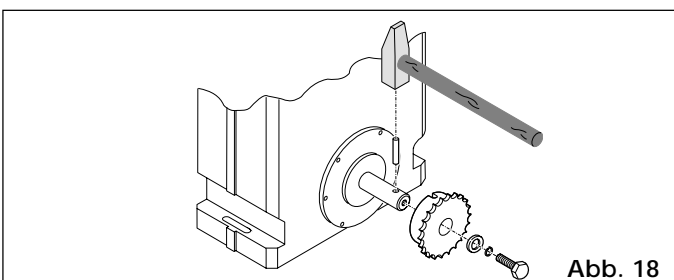

Abb. 18
4.5.1 MOD. 820 EMC - 860 MC - 860 EMC (Abb. 18, 19)